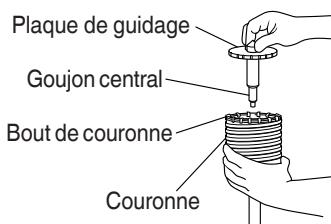

Fig. 20
- (3) Introduire le goujon central dans la plaque de guidage jusqu'à ce qu'il arrête.
- (4) Engager la plaque de guidage dans la couronne et tourner la plaque de guidage à gauche ou à droite de manière à ce qu'elle ait ce qu'elle ne puisse pas tomber, même si elle orientée vers le bas. (Fig. 20)